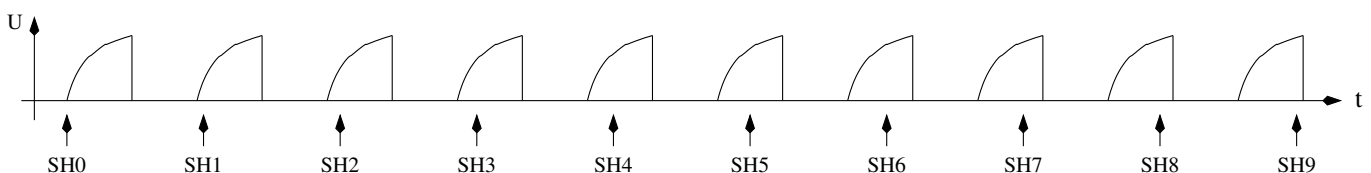

Abbildung 5.30. Abtasten eines Spannungsverlaufs mit der Samplingmethode
Der Funkamateurl Pieter-Tjerk (PA3FWM) hat für die Messung sehr kleiner Kapazitäten ($< 100\text{pF}$) mit hoher Auflösung die Fähigkeiten des Testers um die Sampling ADC Methode erweitert. Die Wandlungsdauer des ADC reicht eigentlich nicht aus, um schnelle Vorgänge abtasten zu können. Bei der Abtastung der Spannung wird das Eingangssignal aber zu einer exakt festgelegten Zeit abgetastet, der Sample und Hold Zeit (SH). Der ADC braucht für eine komplette Wandlung 13 Takte, wobei der ADC Takt durch Teilung des Prozessortaktes durch 128 oder 64 gewonnen wird. Die Abtastung des Spannungswertes findet immer genau bei ADC-Takt Nummer 1.5 statt. Wenn nun das abzutastende Spannungssignal immer wieder neu erzeugt werden kann, kann man durch Verschiebung der Abtastzeit das komplette Signal mit dem Raster der Verschiebung abtasten. Eine normale ADC-Wandlung dauert bei 8 MHz Prozessortakt $13 \times 64 = 832$ Taktzyklen. Wenn das Signal nun mit einem 831 Takte Zyklus wiederholt wird, würde die ununterbrochene ADC-Wandlung (Freilauf-Modus) das Signal bei jeder fortlaufenden Wandlung einen Prozessortakt später abtasten. Mit dieser Methode muß dafür gesorgt werden, daß die erste ADC-Abtastung des Signals zu der gewünschten Startzeit beginnt. Die Zeiten der fortlaufenden ADC Werte verschieben sich dann jeweils um einen Prozessortakt relativ zum neu erzeugten Signal. Wenn die Wiederholung des Signals gut gelingt, entspricht das aus vielen Signalwiederholungen zusammengesetzte Signal dann dem ADC Signal, das mit Prozessortakt (8 MHz) abgetastet und gewandelt würde. Die Abbildung 5.30 zeigt das Prinzip der Abtastung mit einem zehnmal wiederholten Signal um daraus 10 Abtastwerte (SH0 - SH9) zu gewinnen. Für den wirklichen Fall ist die relative Zeitverschiebung der aufeinanderfolgenden Abtastungen viel geringer als dargestellt.